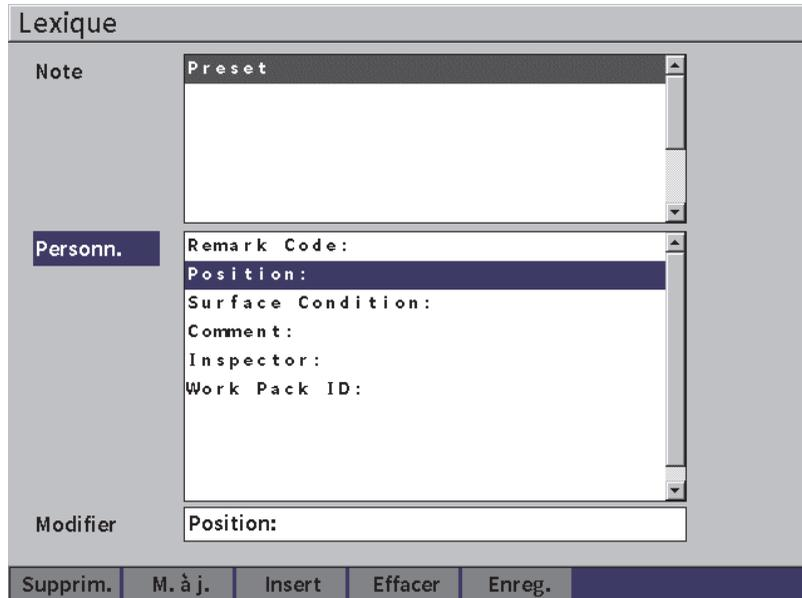

Figure 9-20 Page Lexique
3. Appuyez sur la touche de tabulation pour sélectionner le bouton **Personn.**, puis tournez la molette pour sélectionner l'une des étiquettes personnalisées (voir Figure 9-20 à la page 147).